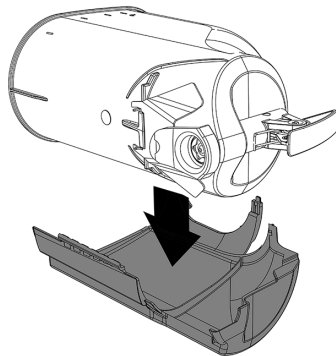
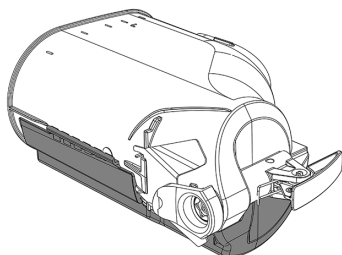

figure 5
figure 6
**1** Poser la partie droite du couvercle enveloppant sur un plan. Placer le récipient à l'intérieur. (voir figure 5)(voir figure 6).